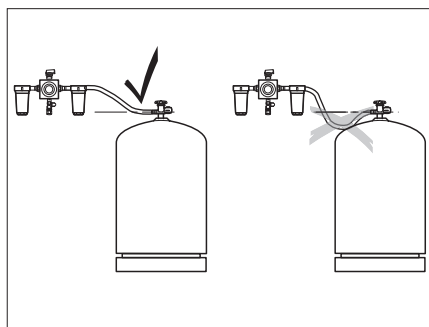

Fig. 235 Disposition des flexibles à haute pression
- ▷ Lors de la pose des flexibles à haute pression, veiller à ce que les flexibles soient en montée continue (Fig. 235)!